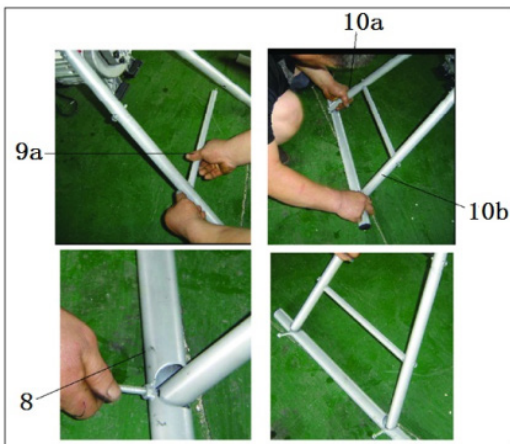

Fig.3
- b) Conectați arborele orizontal (9a) la suportul din față (10a și 10b) cu șuruburi, apoi asamblați piciorul orizontal(8) și fixați-l pe suportul din față (10a și 10b) cu șuruburi (fig.3).